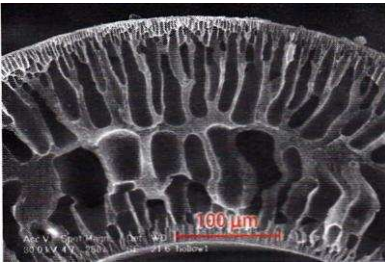

Fig 1 Vue en coupe d'une membrane
- 7 a. Dans quel procédé peut être utilisée la membrane de la figure 1 ?